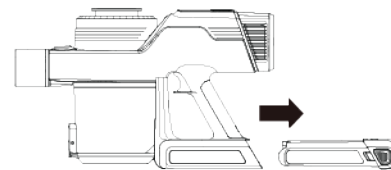

Figure 3
2. Maintenir le corps de l'aspirateur immobile tout en tirant sur la batterie pour la détacher (Figure 3).